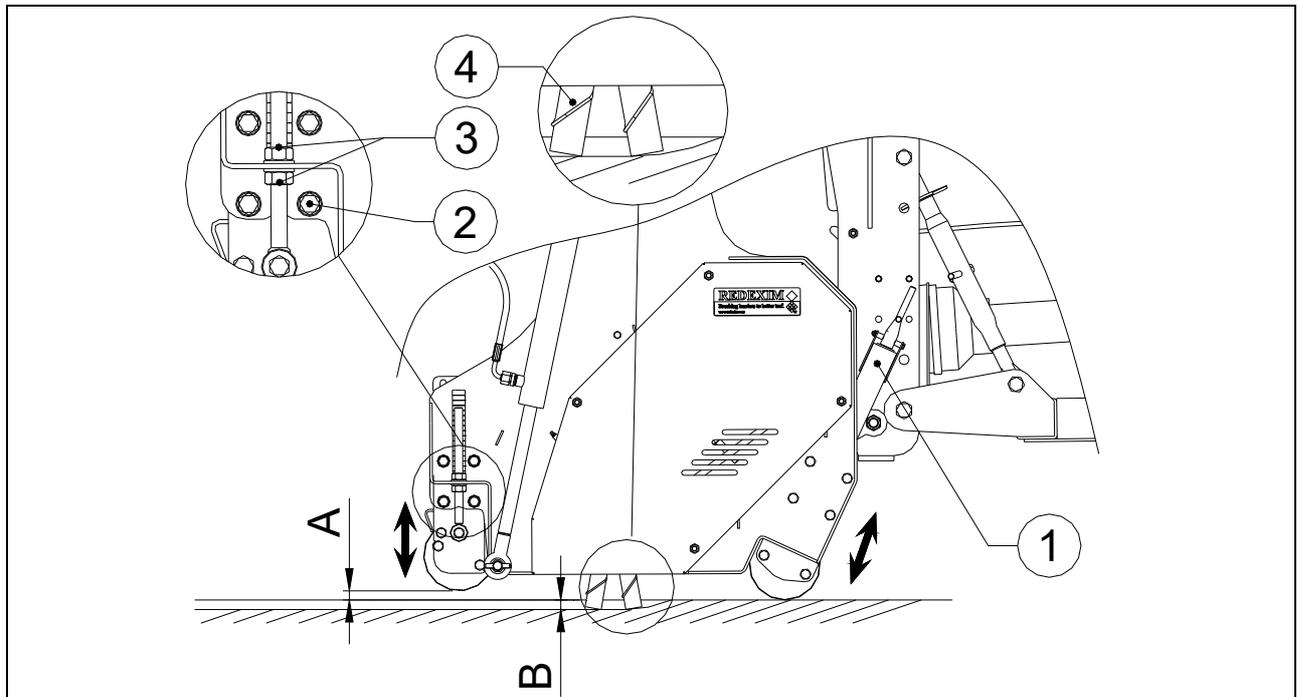

Fig. 9
A tale proposito, compiere le seguenti operazioni: (si veda fig.9)
- ⚠ **Se sono state montate delle lame di avvolgimento (fig. 9, elemento 4), non regolare mai la profondità della macchina su un valore maggiore, in modo che le lame di avvolgimento rimangano sopra la superficie.
Se sono state montate delle lame di avvolgimento (fig. 9, elemento 4), non regolare mai la profondità della macchina su un valore maggiore, in modo che le lame di avvolgimento rimangano sopra la superficie.
- Togliere la forcella (2) e le ruote (3) spostandole verso il basso.
- Regolare l'altezza desiderata variando gli anelli di riempimento (4).
- Riavvitare le ruote (3) nel punto di rotazione (5) e fissarle con la forcella (2).
- (fig. 9) Su entrambi i lati della macchina svitare i bulloni (2) e regolare il rullo posteriore con i dadi (3) in modo che la distanza sopra il terreno (A) sia di 10 mm. Regolarla su entrambi i lati.  A tale proposito usare gli adesivi di indicazione sui mandrini. In questo modo si previene che la testa rimuova lo strato di erba.
- (Fig. 9) Montare bulloni (2) e dadi (3) e serrarli bene.